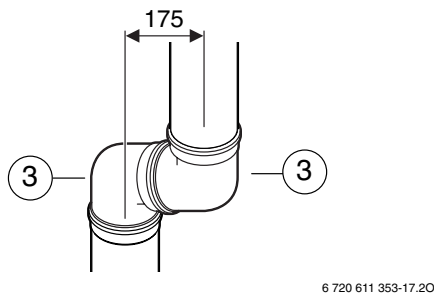

Fig. 13
Fig. 13 Vista dall'alto della curva flangiata dell' AZ 315, collegata alla curva AZ 318 (3) (per il taglio della prolunga integrata al AZ 315, fare attenzione alla distanza minima da rispettare)